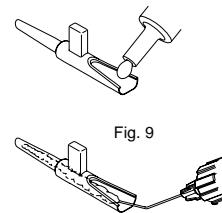

Fig. 9
2. Llene el cartucho en primer lugar con solución salina equilibrada, seguida de un llenado parcial con aproximadamente 0,3 ml de material viscoelástico de tipo metilcelulosa, creando un reguero por la parte posterior del área de carga. (Fig. 9)